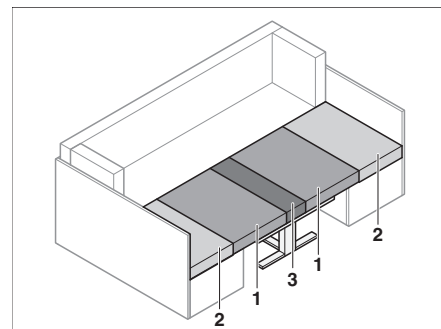

Fig. 74 Après la transformation
- Retirer les coussins de dossier (Fig. 74,2).
- Tirer les coussins d'assise (Fig. 74,1) vers le centre.
- Placer les coussins de dossier (Fig. 74,2) entre les coussins d'assise (Fig. 74,1) et la paroi extérieure.
- Placer le coussin supplémentaire (Fig. 74,3) entre les coussins d'assise (Fig. 74,1) sur la table.